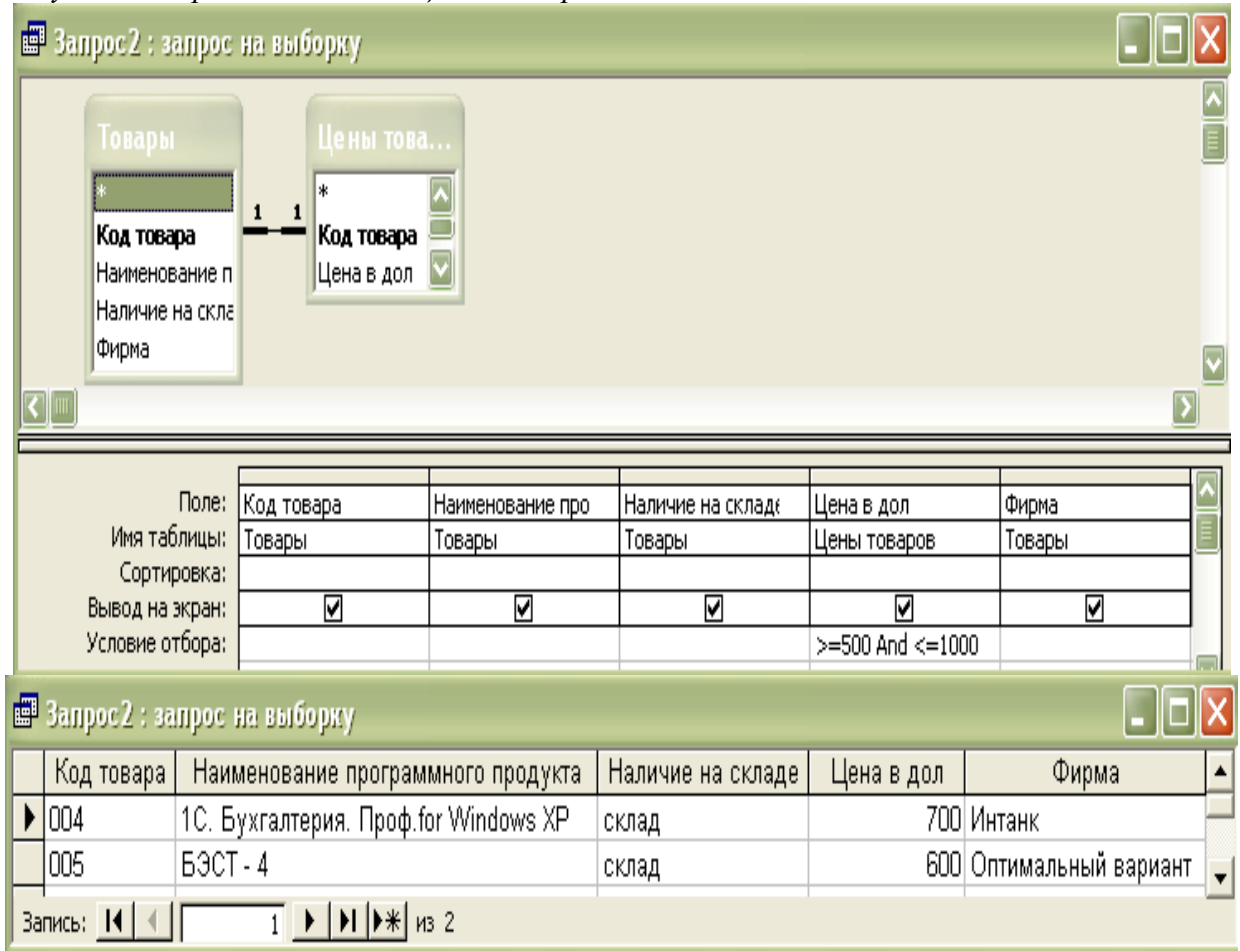

Рис. 5.8. Задание условий и результат выполнения по второму запросу
- На пересечении строки Условие отбора: и столбца Цена в дол напишите выражение  $\geq 500$  And  $\leq 1000$  (рис. 5.8).